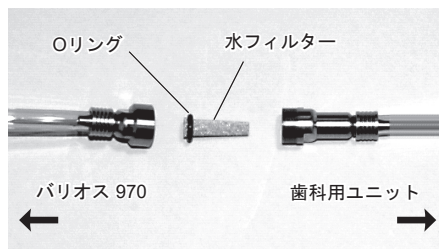

図42
- 3) ケース付水フィルターが外れると、中から水フィルターが出てきます。同じ向きで新しい水フィルター (別売品) に交換して、取り外しと逆の手順で組み付けてください。(図 42)